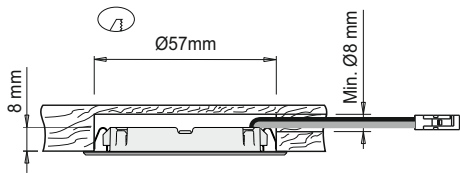

Fig 1
- To flush mount the device, bore a $\varnothing 57\text{mm}$ hole $\geq 8\text{mm}$ deep on the installation surface and then, if necessary, bore a $\varnothing \geq 8\text{mm}$ exit hole for the power supply cable as illustrated in figure 1.
- Für den Einbau der Leuchte eine Bohrung mit $\varnothing$ 57 mm und einer Tiefe von ≥ 8 mm auf der Montagefläche ausführen und ggf. für den Austritt des Netzkabels eine Bohrung mit $\varnothing \geq 8$ mm ausbilden (Abb. 1).
- Pour l'encastrement de l'appareil, pratiquer un trou de $\varnothing$ 57mm et d'une profondeur $\geq$ 8mm sur le plan de montage et, si besoin, pratiquer pour la sortie du câble d'alimentation un trou de $\varnothing \geq$ 8mm comme indiqué sur la figure 1.